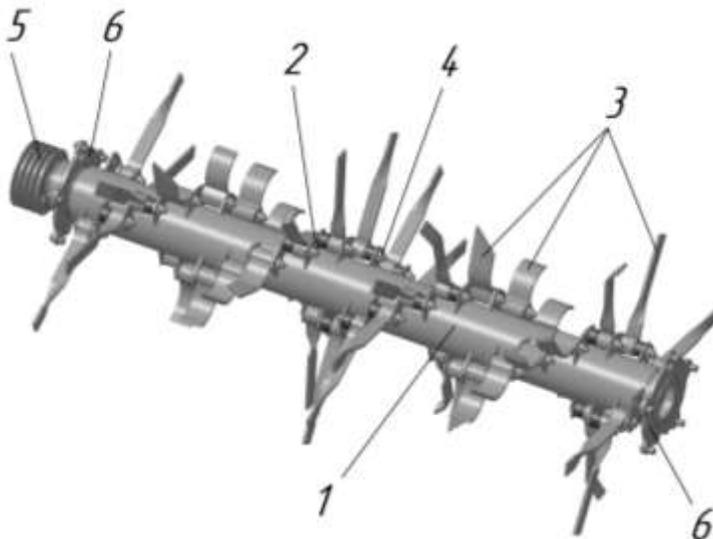

Рисунок 2 – Ротор
3.4 Ротор (рисунок 2) предназначен для измельчения ботвы картофеля. Ротор представляет собой цилиндрический барабан 1, на поверхности которого по винтовой линии приварены уши 2 для крепления шарнирно подвешенных ножей 3 различной длины и формы. Последовательность расстановки ножей (см. приложение 3) соответствует поперечному профилю гребней. Таким образом, весь контур гребня освобождается от ботвы. Ножи крепятся в ушах ротора с помощью осей и болтового соединения 4. Вал ротора установлен в подшипниковых узлах 6 стенок рамы. На конце вала установлен шкив 5 ременной передачи. Частота вращения ротора 1400 ± 50 мин-1. Типы ножей представлены в таблице А.1